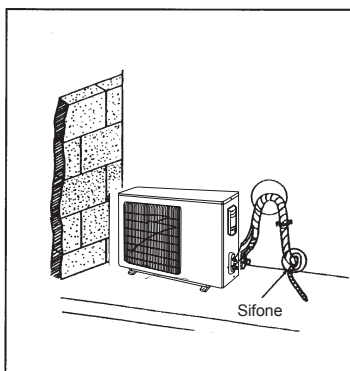

Fig. 19
- (1). Il nastro adesivo per il collegamento dei tubi deve essere applicato dal basso verso l'alto.
- (2). I tubi devono essere uniti, avvolti con nastro adesivo e sifonati per prevenire il ritorno dell'acqua verso la stanza (vedere Fig. 19).
- (3). Fissare tutti i tubi alla parete con appositi collari.